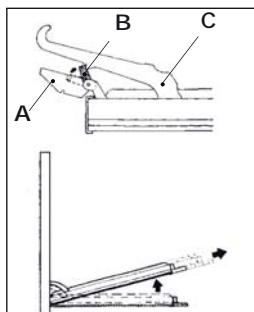

Fig. 6
Les charnières (A) sont pourvues de deux boulons à crochet mobiles (B) qui, accrochés aux secteurs des charnières (C), quand la porte est complètement ouverte, les bloquent. On soulève la porte vers l'extérieur en effectuant ensuite les deux mouvements illustrés (Fig. 6), pour accomplir ces opérations, faire prise sur les côtés de la porte à proximité des charnières. Pour remonter la porte, enfiler les charnières dans leur fente.